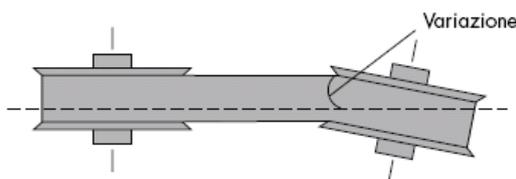
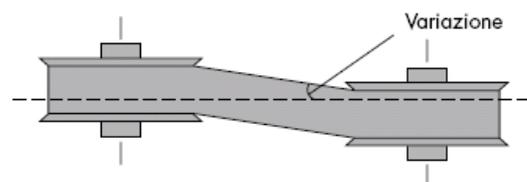

Figura 10-8 Desalineación angular
Figura 10-9 Desalineación paralela
10.- Variar la posición del motor para corregir la desalineación (Figura 10-8 y Figura 10-9)
En general, la tolerancia en la alineación de las poleas en transmisiones de correa trapezoidal no puede ser superior a 0,5 grados o a 5 mm por cada 500 mm de intereje (Figura 10-8 y Figura 10-9).